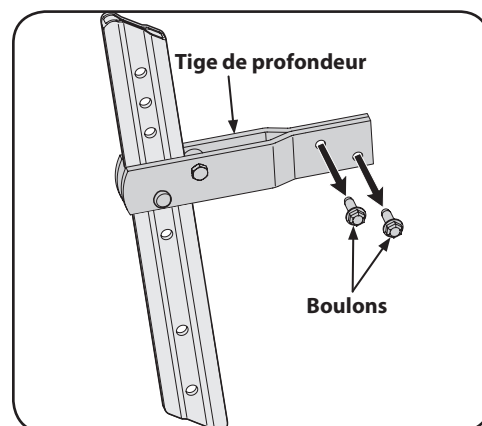

Figure 3-5
1. Retirez les deux boulons de la tige de profondeur. Voir Figure 3-5.